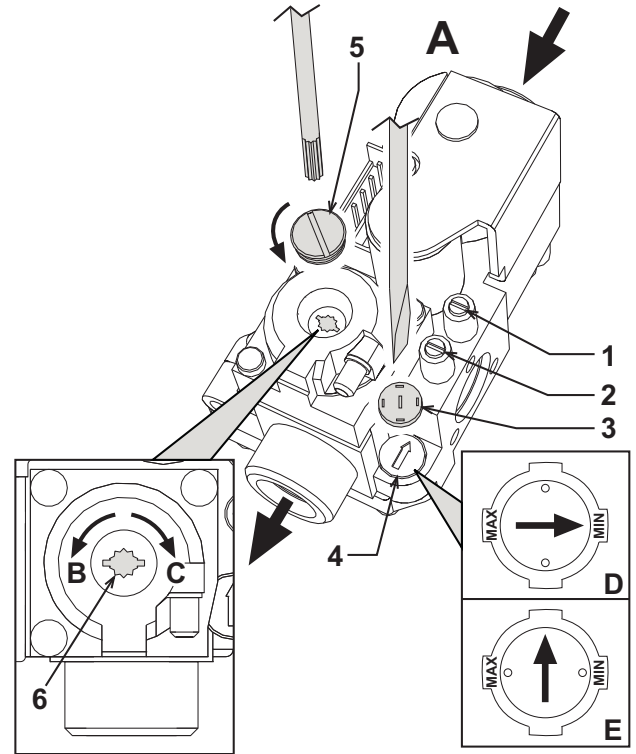

fig. 17 - Regulación de la presión
En las calderas ERA F D es posible regular la capacidad térmica del hogar y en consecuencia la potencia térmica entregada al agua de calefacción, actuando únicamente en la regulación del quemador principal a través de la válvula de gas (véase fig. 17). Los diagramas del apartado cap. 5.2 indican la variación de la potencia térmica entregada al agua al variar la presión de funcionamiento del quemador. La adecuación de la potencia de la caldera a las exigencias de calefacción permite reducir las dispersiones y ahorrar combustible. Además, con la variación de potencia reglamentada por la normativa, las calderas mantienen casi inalterados los valores de rendimiento y las características de combustión.
1. Con un pequeño destornillador sacar el capuchón de protección 5 del operador secundario de la válvula de gas de fig. 17.
2. Conectar un manómetro a la toma de presión 2 (fig. 17), situada después de la válvula del gas, y poner el mando del termostato de la caldera en el valor máximo.
3. Regular la presión por medio del tornillo 6 (fig. 17) en el valor deseado, guiándose con los diagramas del apartado cap. 5.2.
2. Quitar el pequeño capuchón de protección 3 de la válvula de gas (fig. 17). Con un pequeño destornillador, regular el "STEP" de encendido para el gas deseado (**G20-G25** posición D fig. 17, o **G30-G31** posición E fig. 17), y volver a poner, el capuchón.
- Purgar el aire presente en los tubos del gas por medio de la toma de presión 1 de la válvula del gas (fig. 17).